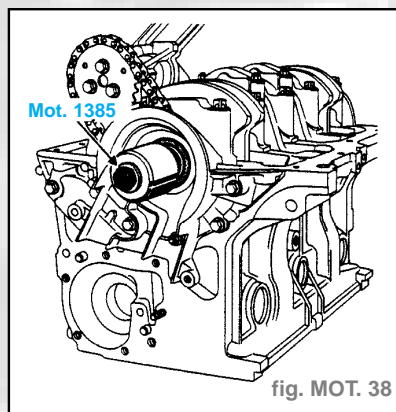

fig. MOT. 38
- Utiliser le **Mot. 1385** pour le joint côté distribution (fig. MOT. 38).